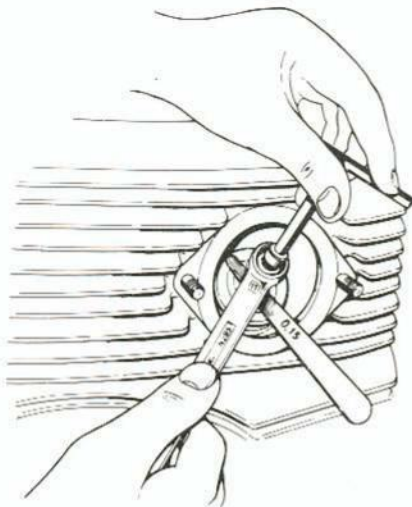

Fig. 27
- 3) Registrare come indicato in (fig. 27) lasciando un gioco di 15/100 di mm. per la valvola di aspirazione e per quella di scarico 20/100 di mm.